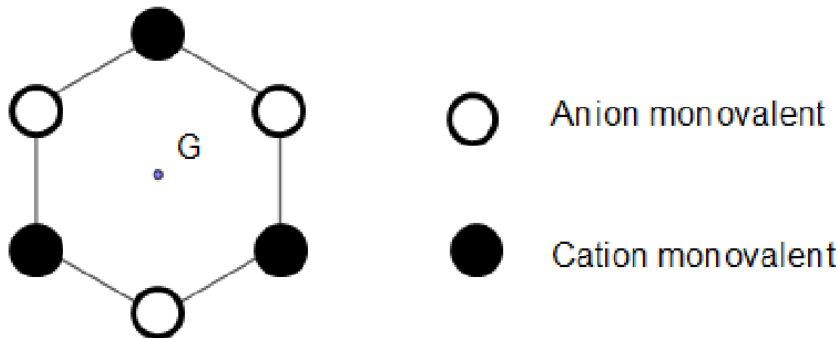
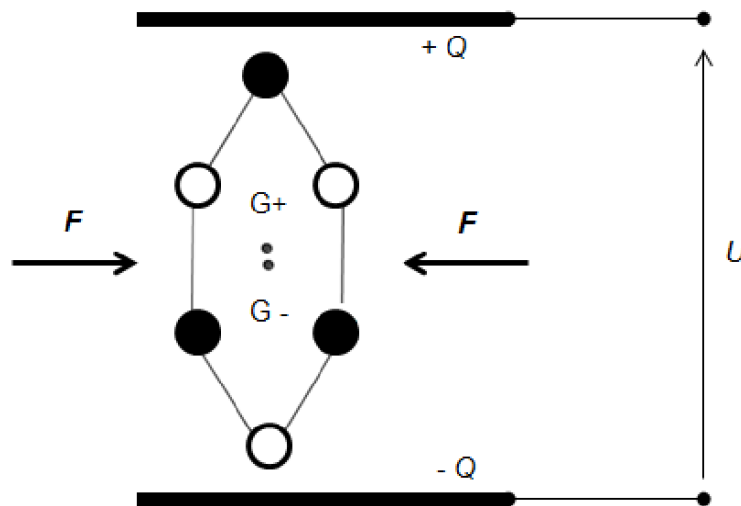

Figure 1 : exemple d'arrangement d'anions et de cations dans un cristal
Figure 2 : soumis à une compression, le cristal se déforme et une tension électrique U apparaît : c'est l'effet piézoélectrique direct.
Considérons au niveau microscopique, un arrangement d'anions et de cations schématisé sur la figure 1, tel qu'il peut en exister dans un cristal.
Quand aucune contrainte mécanique n'agit sur le cristal, pour chaque arrangement élémentaire, le « centre » des charges électriques positives coïncide avec celui des charges électriques négatives (point G sur la figure 1). En revanche, dès que le cristal est comprimé, cette coïncidence disparaît, comme le montre le schéma de la figure 2 (points G^+ pour les charges positives et G^- pour les charges négatives). Cette compression est modélisée par deux forces opposées de même module F ; la séparation est d'autant plus importante que la compression est grande.
1. Représenter le champ électrique macroscopique généré par l'apparition des charges électriques sur les faces extérieures du cristal schématisées sur la figure 2.